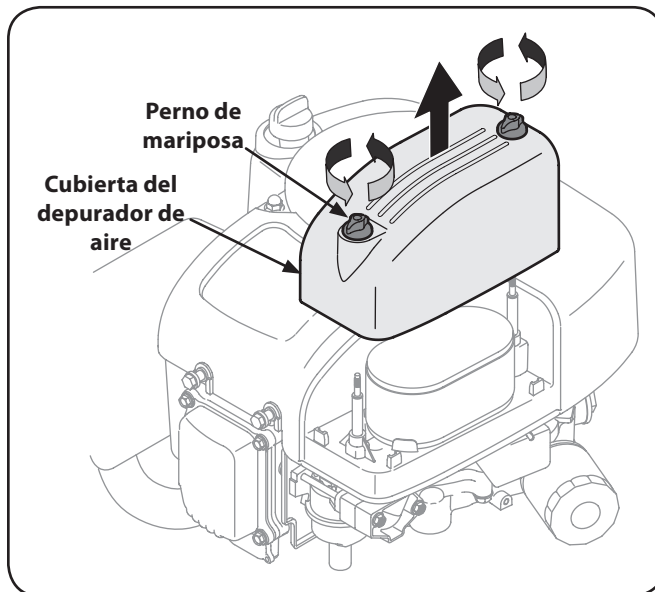

Figura 6-4
1. Retire los pernos de mariposa y la cubierta del depurador de aire. Véa la Figura 6-4.